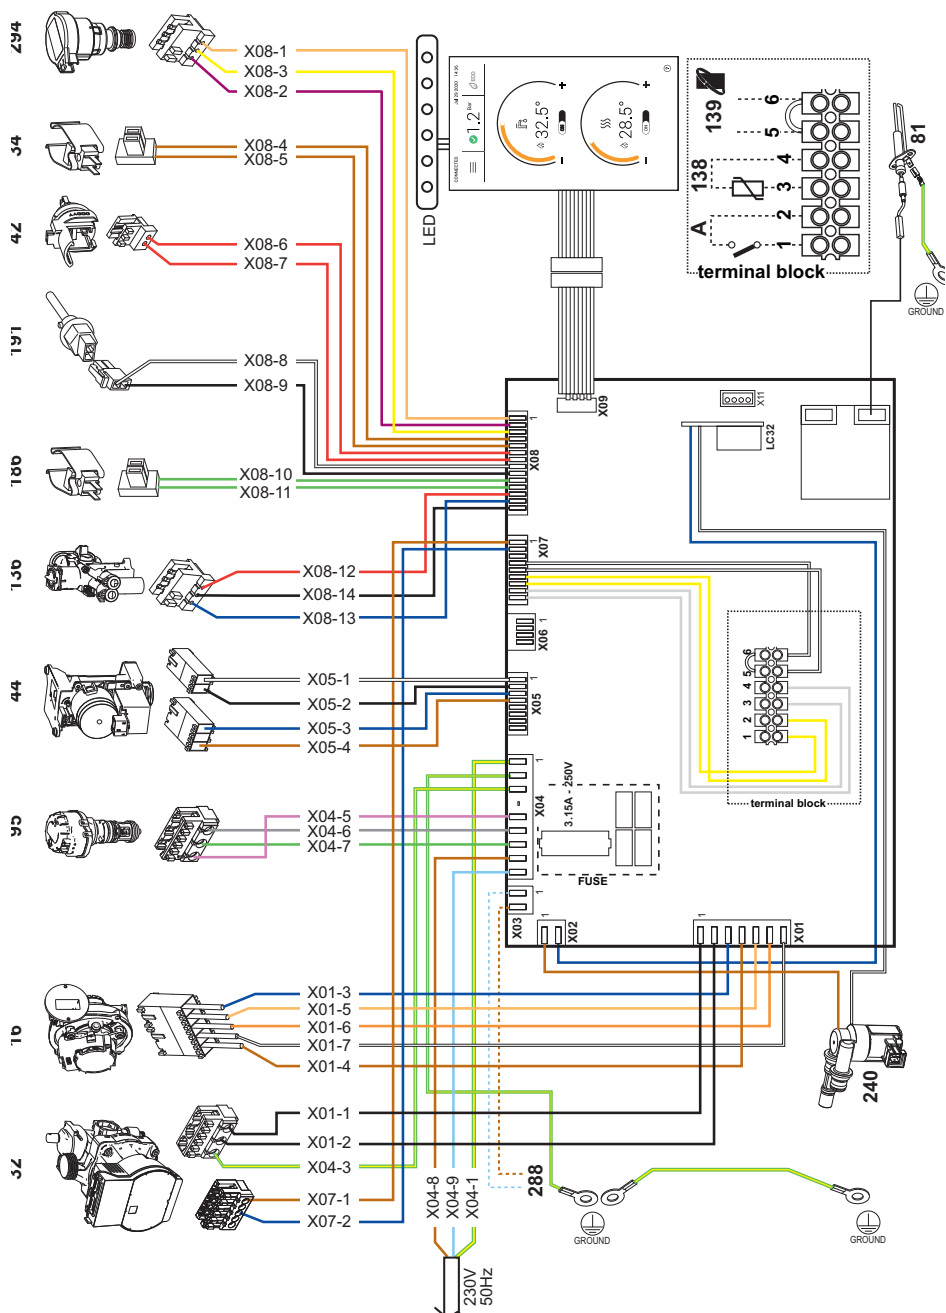

fig. 59 - Schema elettrico
4.6 Schema elettrico (fig. 59)